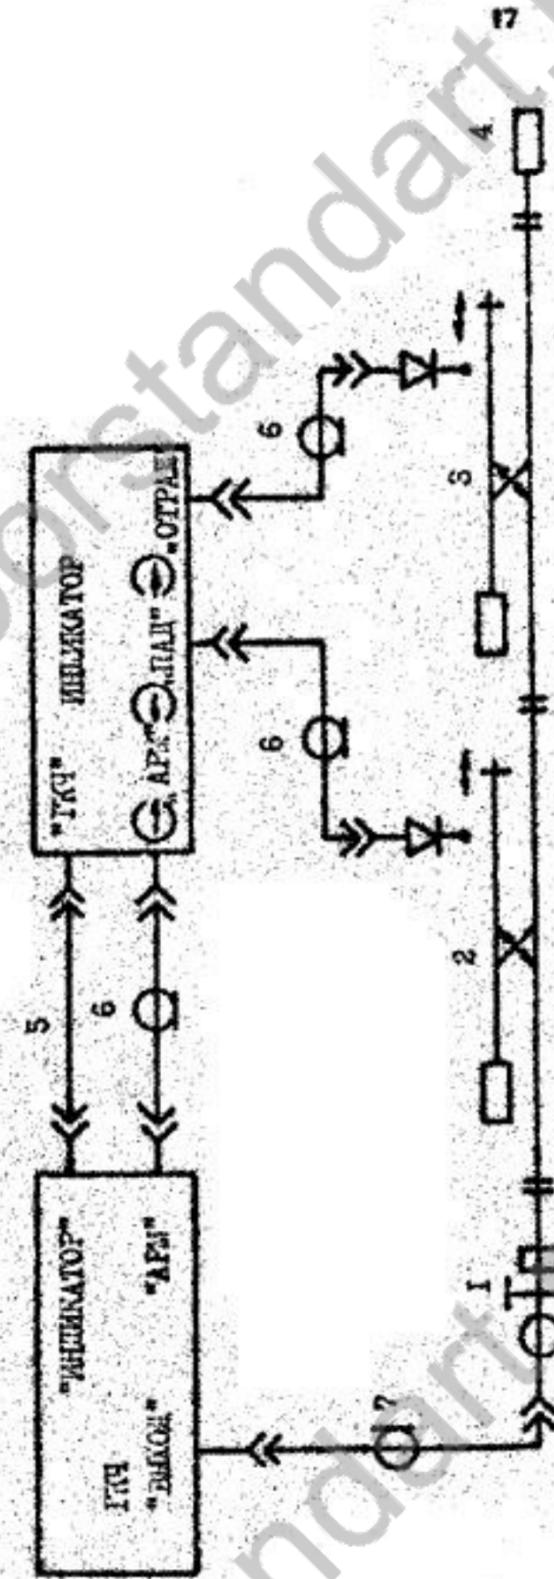

Рис. 2. Схема электрическая структурная калибровки прибора.
9.1. ИКЧ, индикатор и СВЧ узлы соединяются согласно структурной схеме рис. 2. Для соединения выходов детекторов направленных с входами падающего и отраженного сигналов в индикаторе и выхода АРМ индикатора со входом АРМ ИКЧ используются соединительные двухполеточные кабели К-9 из комплекта прибора.
- убедитесь, что блоки и узлы СВЧ соединены согласно структурной схеме рис.2. Включите генератор и индикатор, дайте им прогреться в течение 15 минут;